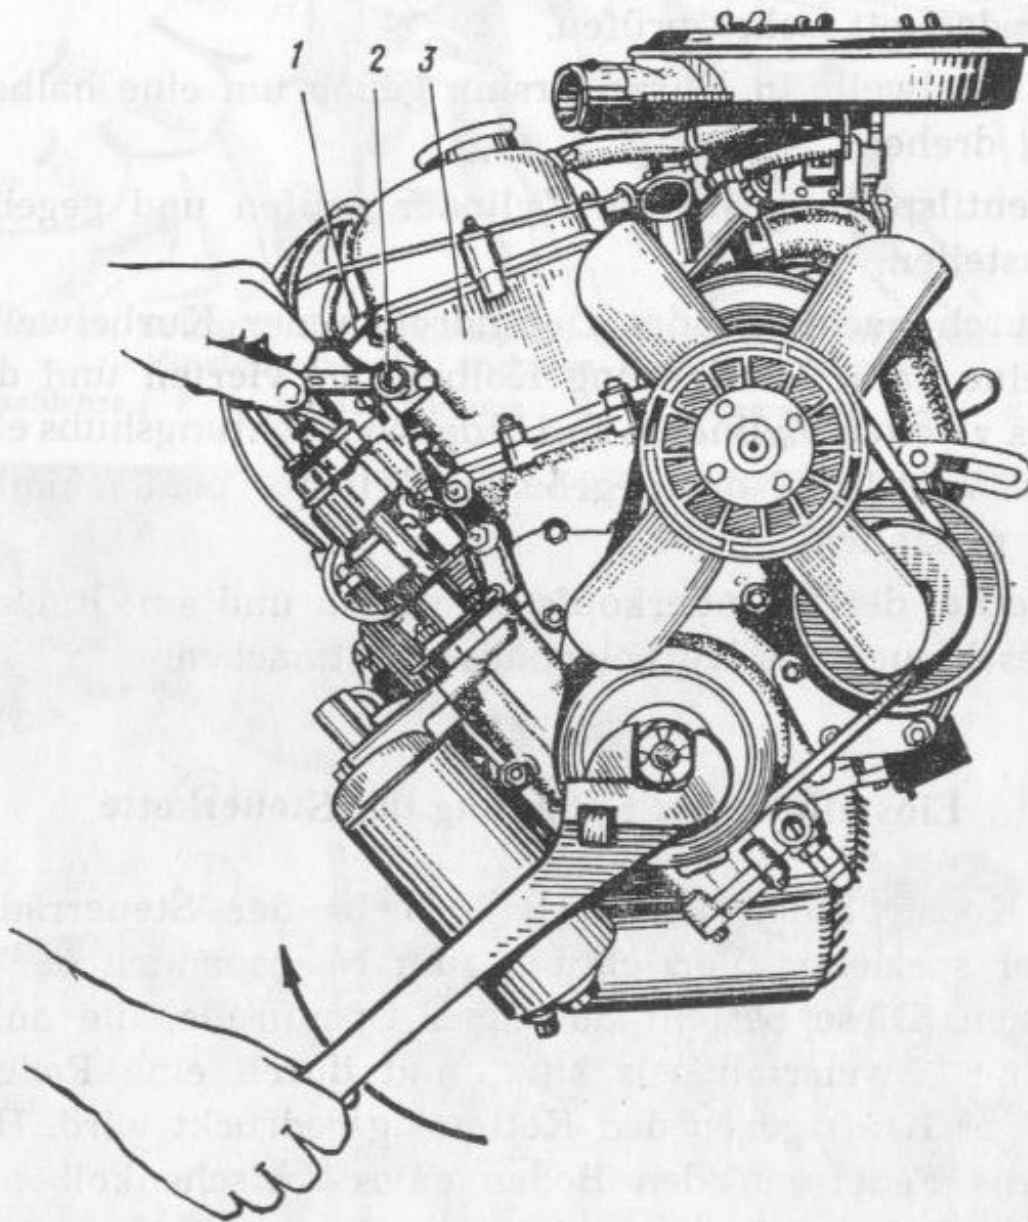

Bild 64. Einstellung der Spannung der Steuerräderkette :
seiner Führung am Deckel 3 (Bild 64) mit Hilfe der Sicherungsschraube 2 verriegelt. Auf diese Art befindet sich die Feder, deren ein Ende an Boden des Kolbens und das andere an Verschlußschraube 1 abgestützt ist, stets in gespanntem Zustand.
3. Kurbelwelle des Motors zügig und rucklos in Uhrzeigersinn um 3—4 Umdrehungen drehen (nur Andrehkurbel oder Schraubenschlüssel an Anwerfklaue der Kurbelwelle benutzen, s. Bild 64). Die Kurbelwelle mit dem Anlasser oder von Hand gegen Uhrzeigersinn (anwerfklauenseitig betrachtet) bei lockerer Arretierschraube durchzudrehen, ist unzulässig.